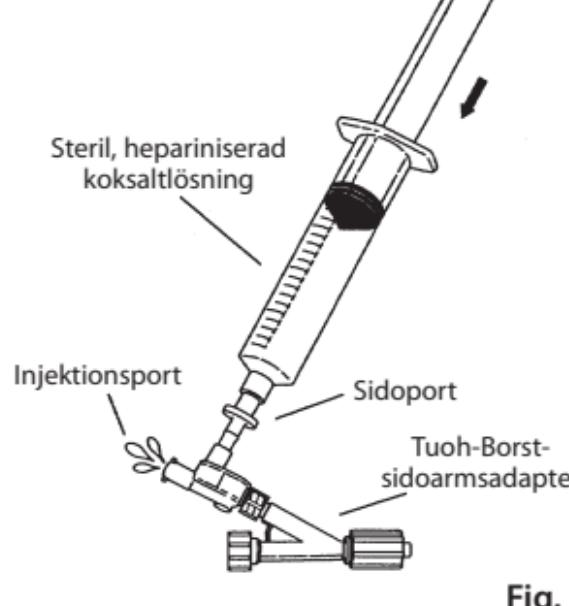

Fig. 2
4. Anslut dubbelpärrventilen till den genomskinliga Tuohy-Borst-adaptern. Tuohy-Borst-ventilen skall vara helt stängd. Anslut en 20 mL-spruta fylld med hepariniserad koksaltlösning till dubbelpärrventiladapterns sidoport och töm långsamt injektionsporten på luft. (**Fig. 2**)